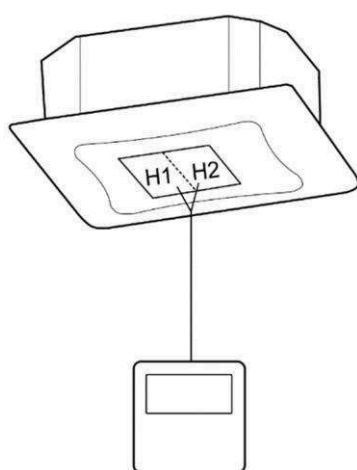
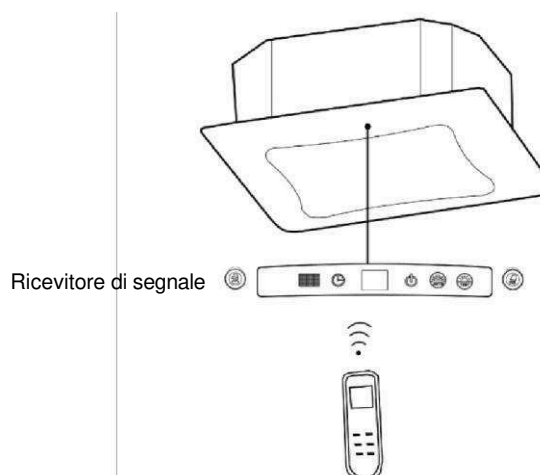

Fig. 5.4.1
Fig. 5.4.2
- 1) Il comando a filo è illustrato nella Fig. 5.4.1, il telecomando senza fili (opzionale) è illustrato nella Fig. 5.4.2, il ricevitore di segnale è dotato di pannello come accessorio standard.